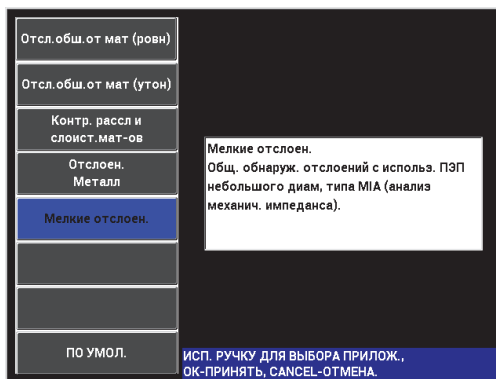

Рис. 6-62 Приложение для выявления мелких отслоений и отремонтированных участков
3. Выберите приложение **Мелкие отслоен.**, затем нажмите ✓ (см. Рис. 6-62 на стр. 181).